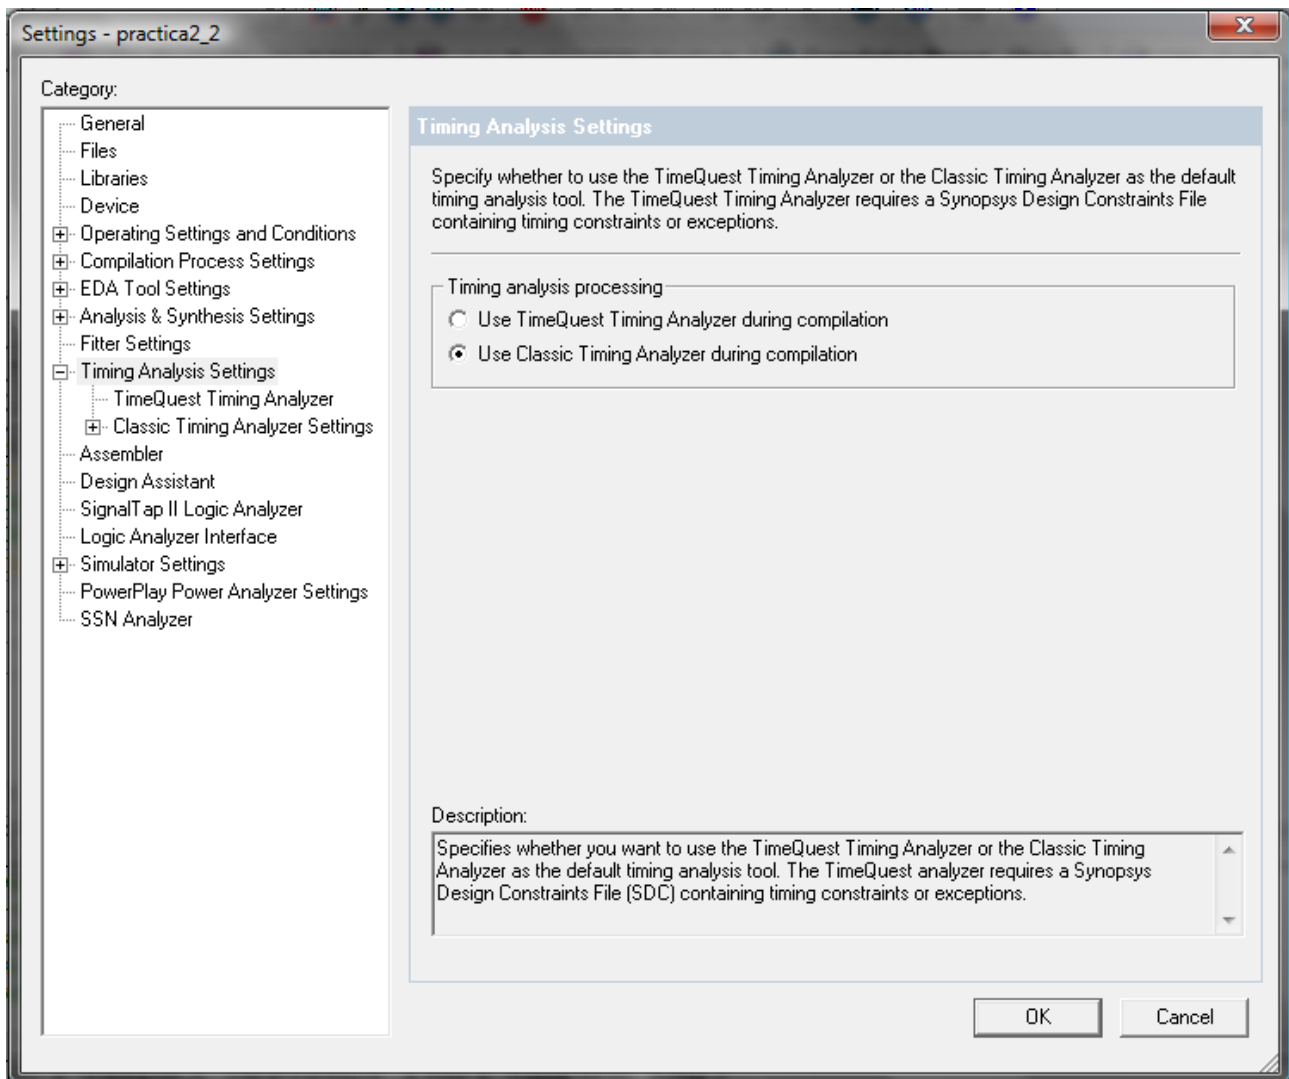

Figura 6
6. Por último presionamos en *Assignments > Settings*, se despliega un menú donde seleccionamos en *Category: Timing Analysis Settings*, elegir la opción *Use Classic Timing Analyzer during compilation* y presionar *Ok*. Ver Figura 6.